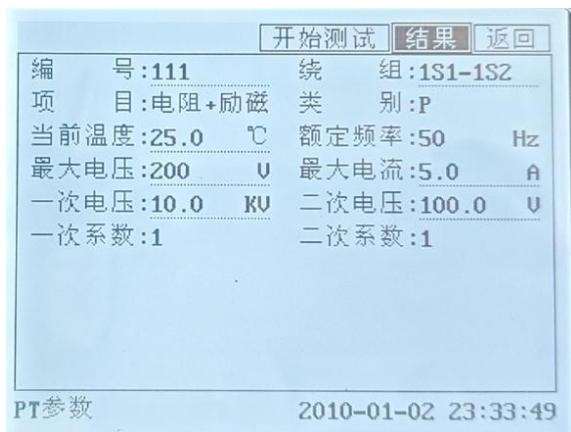

图 4.3 PT 电阻、励磁测试时的参数设置界面
(1) 当试验 **项目** 选择 **电阻**、**励磁** 测试时，其参数设置界面如图 4.3，需输入 **二次电压**，即 PT 二次侧的额定电压。